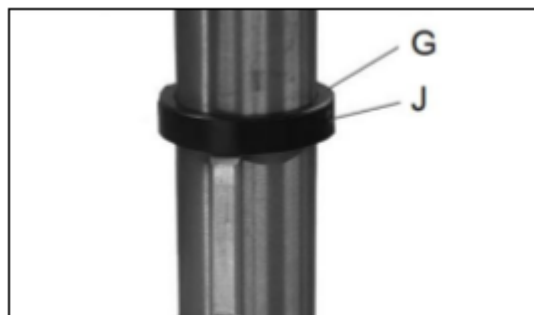

Рис. 9
Наденьте на колонну ограничительное кольцо (G, Рис. 9) и сдвиньте его вниз. Затяните установочный винт (J).